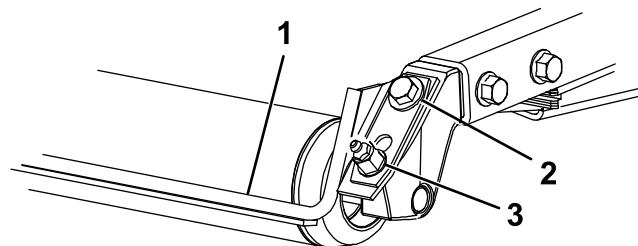

Figure 14
1. Desserrez le graisseur et la vis de fixation (Figure 14).